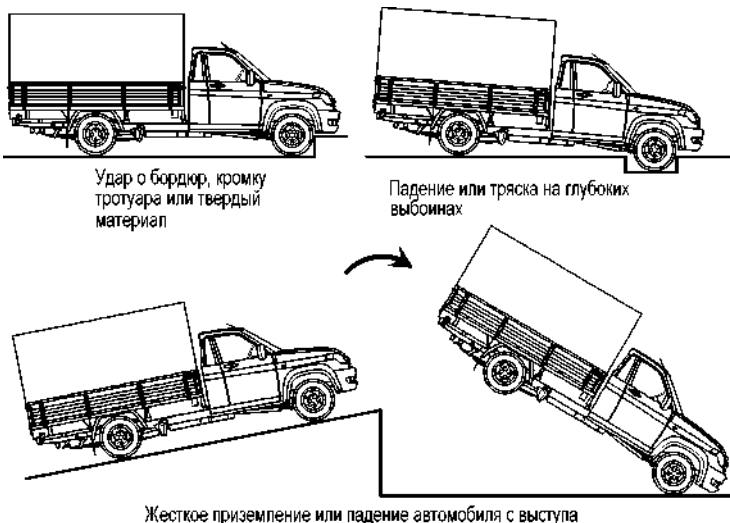

Рис. 3.41. Примеры ситуаций со срабатыванием системы пассивной безопасности водителя и переднего пассажира
-в случае достаточного по силе удара, воздействующего на автомобиль спереди, некоторые примеры показаны на (рис. 3.41).